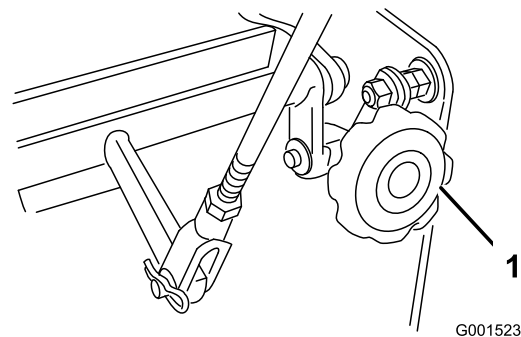

**Figura 43**
5. Quite y ponga el cierre de bloqueo de punto muerto, comprobando que la rueda no gira (Figura 43). Continúe con este proceso hasta que la rueda no gire.